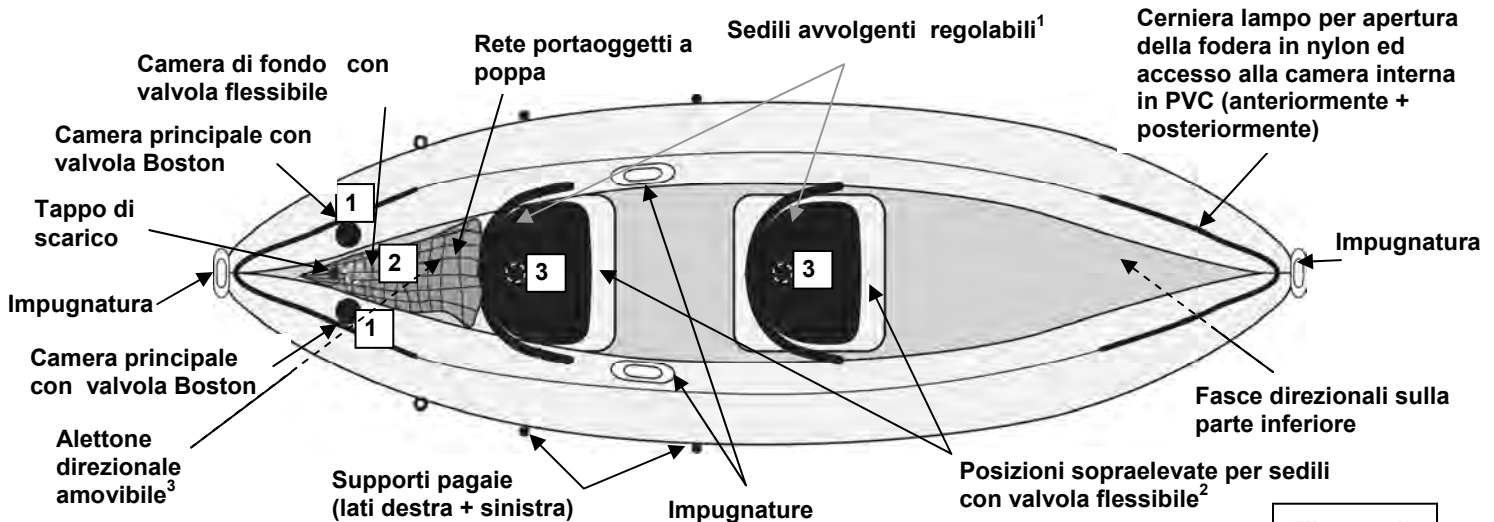

Figura 1
- a) Valvola(e) Boston (figura a fronte) : sviti il cappuccio della valvola (1), avviti il corpo della valvola (2) nella base della valvola (3) ; abbia cura che il cappuccio resti accessibile. Inserisca l'estremità del gonfiatore nella valvola e gonfi fino a raggiungere il livello di pressione raccomandato (vedere punto 3). Dopo il gonfiaggio, chiuda bene tutte le valvole con il loro cappuccio (nel senso delle lancette d'un orologio). **N.B.** : una leggera fuga d'aria prima della chiusura è normale, solo il **cappuccio della valvole assicura la TENUTA STAGNA**.
3. Gonfi il prodotto secondo l'ordine di gonfiaggio indicato sulla placca d'immatricolazione stampata sul prodotto (vedere anche figura 1, la numerazione delle valvole).